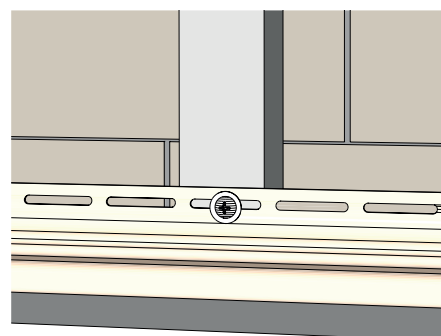

Рисунок 11
- 6.7** Все горизонтально монтируемые элементы необходимо вкручивать точно в середину перфорационных отверстий (рис. 11).